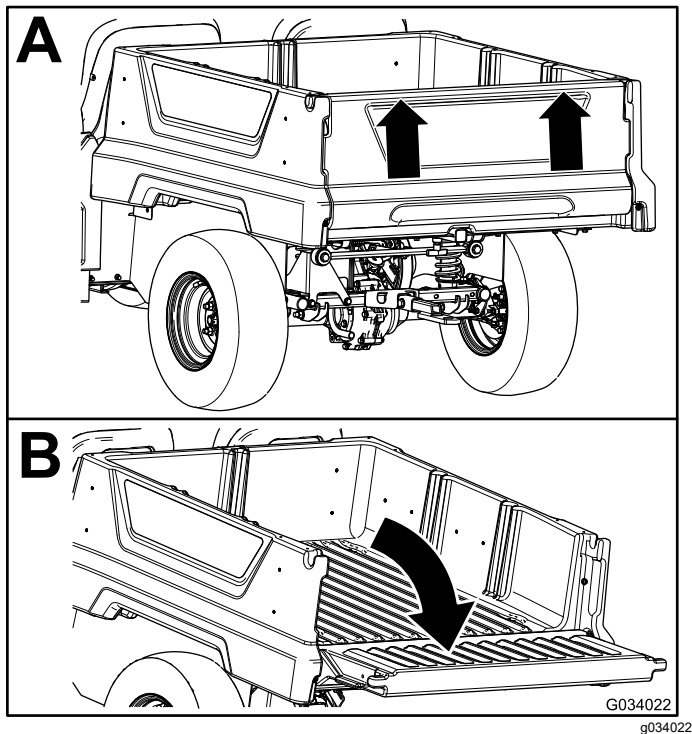

Figura 17
2. Usando ambas manos, levante el portón trasero usando el resalte situado cerca de la parte superior del portón (Figura 17).
- Baje el portón hasta que quede enrasado con la parte inferior de la plataforma de carga (Figura 17).